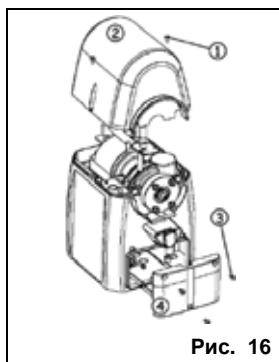

Рис. 16
- Снять верхнюю крышку (рис. 16, поз. 2), выкрутив винты (рис. 16, поз. 1).
- Выкрутить три винта (рис. 16, поз. 3), фиксирующих крышку (рис. 16, поз. 4).